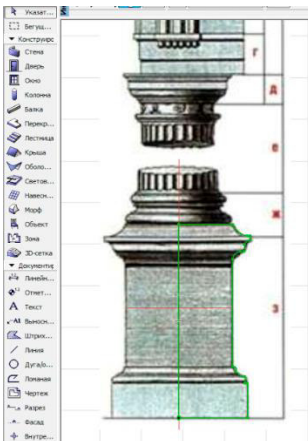
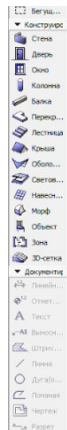

Рис. 37
Рис. 38
20. Тепер робимо п'єдестал. Принцип той же. Підганяємо масштаб, обводимо і робимо профіль (рис. 37, рис. 38):